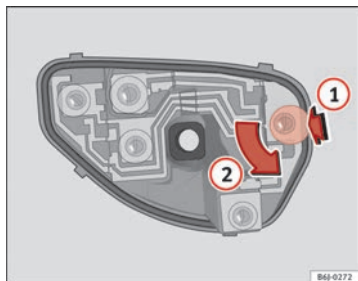

Fig. 178 Remplacement des ampoules des feux arrière
- Une fois le support d'ampoules retiré, appuyez dans le sens de la flèche (1) et tournez simultanément dans le sens de la flèche (2) ⇒ fig. 178.